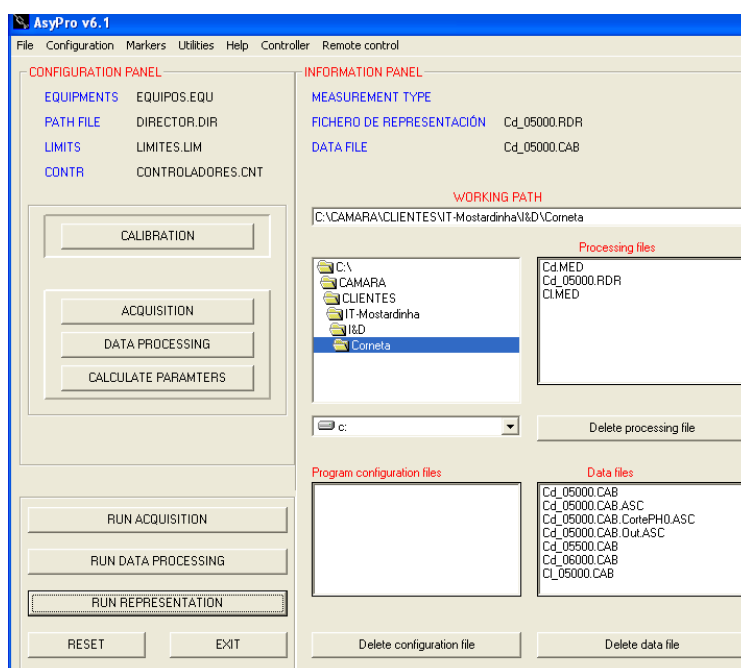

Figura 16 - Aquisição de dados
**3.6.8.2. Uma vez introduzidos los dados, carrega-se no botão OK. Se existir algum dado errado, aparecerão mensagens indicando as falhas. Quando tudo estiver correto a janela desaparecerá e será criado o ficheiro Exemplo.MED que aparecerá na janela principal, na lista Processing files (Figura 16).**
Na janela principal, carregue no botão RUN REPRESENTATION (Figura 16).
No processo de visualização dos gráficos são gerados ficheiros ASCII. Os relevantes são os do tipo \*.Cortes, \*.ASC e \*.Out.ASC (Figura 16). Estes ficheiros podem ser posteriormente usados para representar os gráficos recorrendo a outras ferramentas, tais como o EXCEL, Matlab etc.